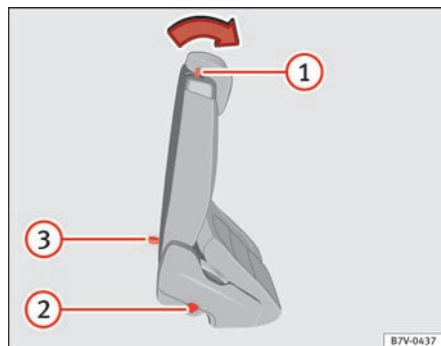

Fig. 81 2. sæderække: betjeningslementer til indstigningshjælp
- Fjern om nødvendigt genstande fra fodrummet på 2. sæderække ⇒ ④.
- Tryk grebet ⇒ Fig. 81 ① frem, og klap bagsæderyglænet fremad. Det komplette bagsæde klapper fremad ⇒ ⚠ og kan skubbes endnu længere fremad i længderetningen.